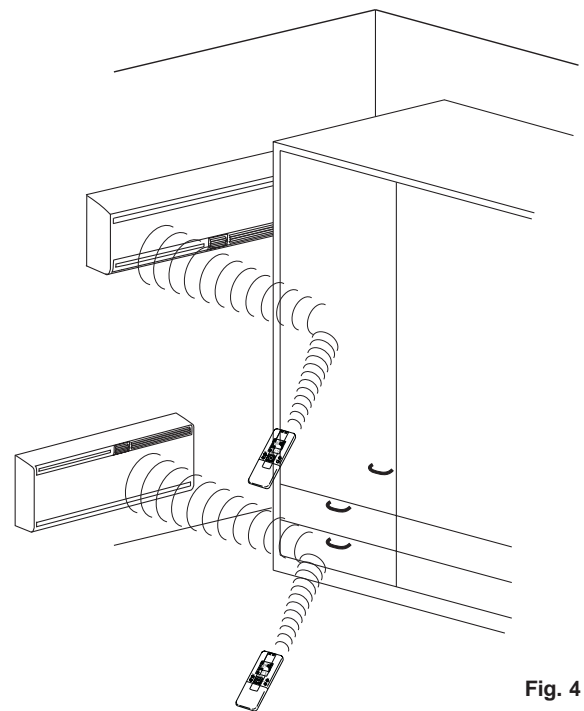

Fig. 4
- Il ne doit pas y avoir d'obstacles pour la réception des signaux émis par la télécommande (fig. 4).